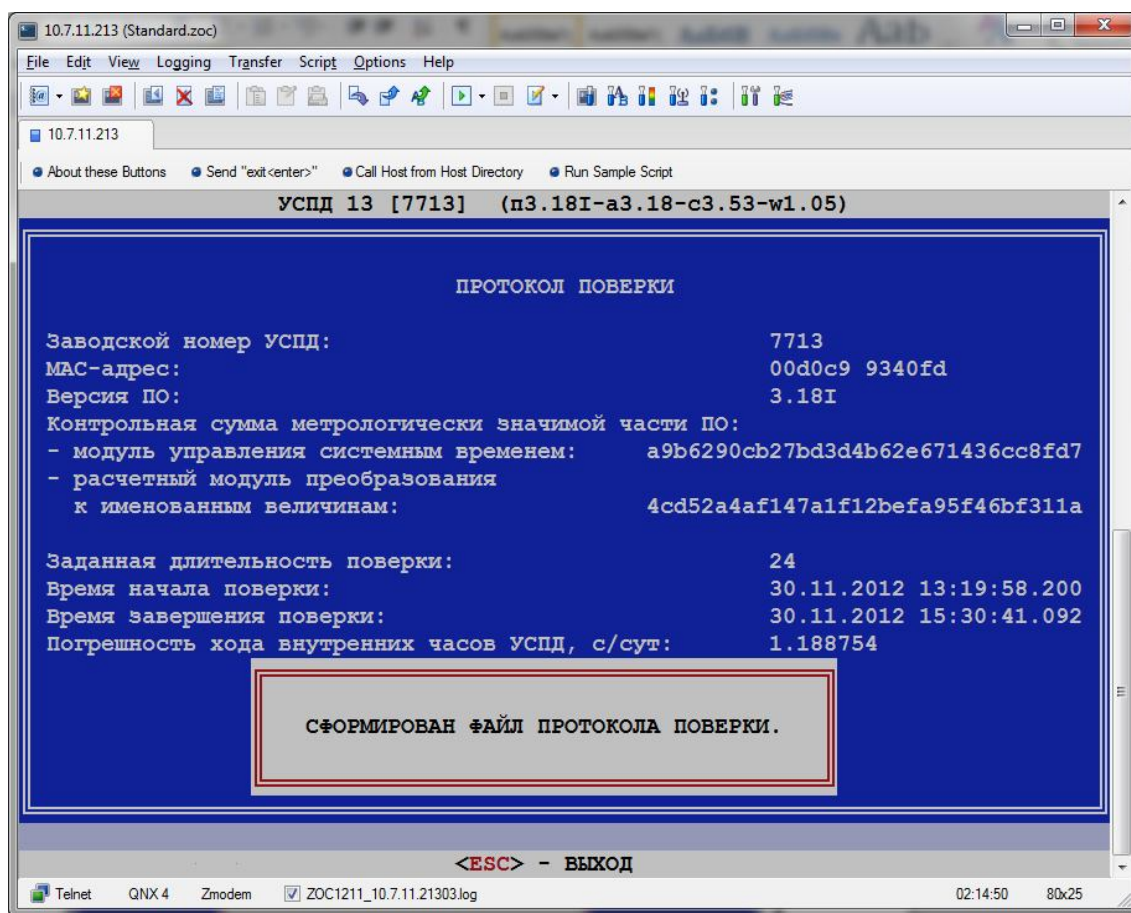

Рисунок 46
6.5.2.9. Поверка заканчивается либо по заданному времени, либо по пункту меню «завершить поверку» (рисунок 46).